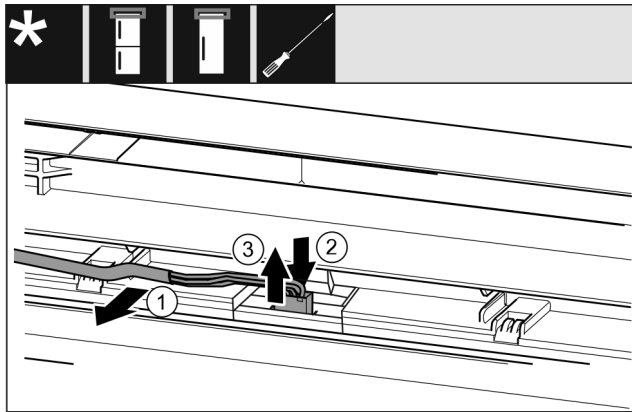

Fig. 20
- ▶ Graues Kabel vorsichtig aus der Führung in der Tür lösen. Fig. 20 (1)
- ▶ Lasche hinter dem Stecker nach hinten drücken. Fig. 20 (2)
- ▶ Stecker vorsichtig nach oben herausziehen. Fig. 20 (3)